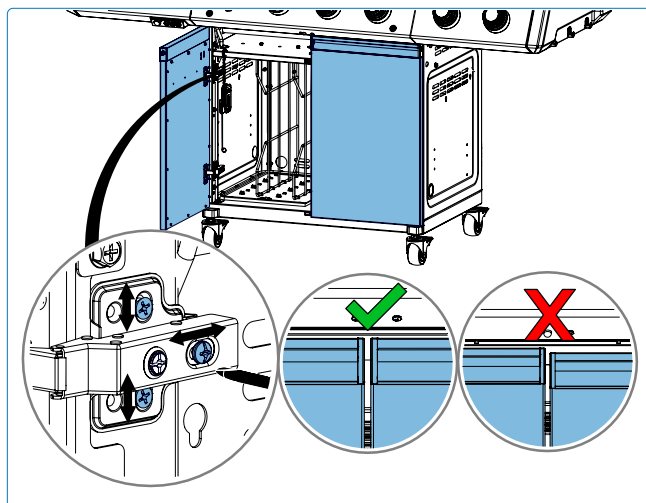

Fig. 17
4. Regolare le viti delle cerniere per allineare le porte dell'armadio in modo che siano allo stesso livello (**Fig.17**).